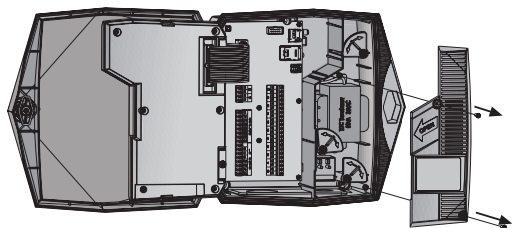

Figura 3: Abertura do estojo interno
3. Desparafuse os dois parafusos do estojo interno do lado direito e abra o estojo (Figura 3). Monte o controlador na parede ou no armário de controle através dos orifícios marcados (Figuras 4 e 5) com os três parafusos. Ajuste os parafusos somente com a mão.
3. Para o estojo interno do lado direito, desparafuse os dois parafusos e abra o estojo (Figura 3).